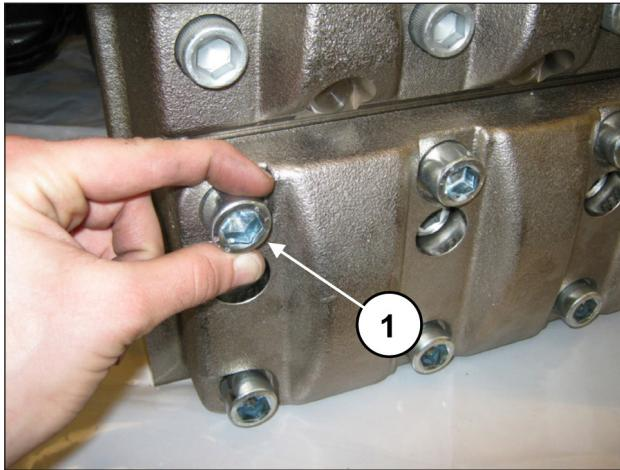
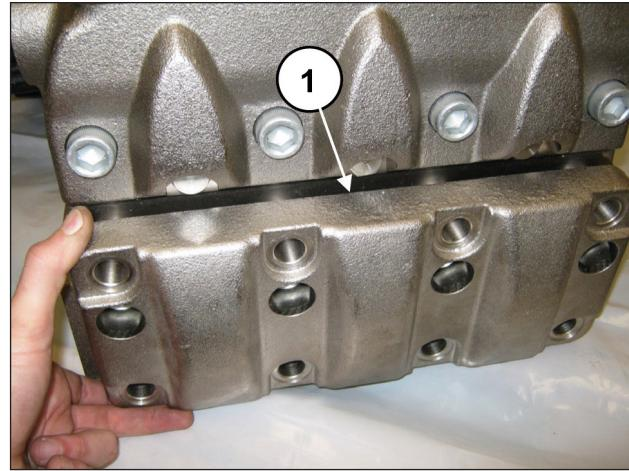

Fig. 138
Fig. 139
Svitare le 8 viti M16x45 del coperchio valvole aspirazione (pos. ①, Fig. 138) e rimuovere il coperchio (pos. ①, Fig. 139).